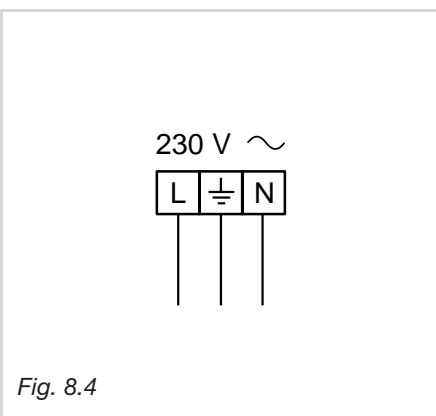

Fig. 8.4
- Il cavo deve essere connesso alla morsetteria secondo lo schema di fig. 8.4.